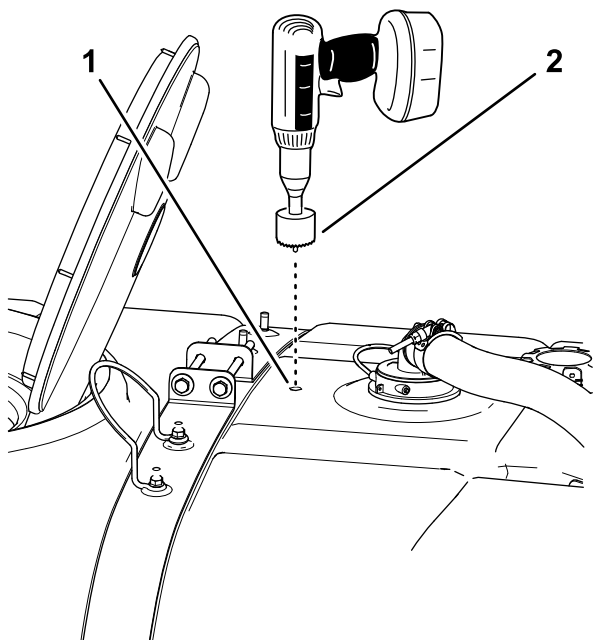

Figure 18
4. Utilisez une scie cylindrique de 4,5 cm pour créer un trou à l'emplacement indiqué par le repère (Figure 18).